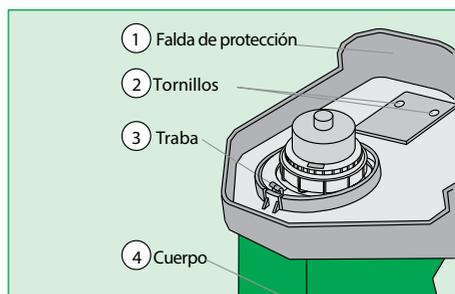
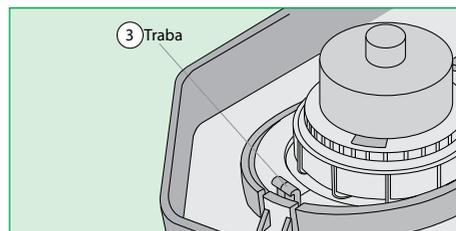

Fig. 1
Fig. 2
- ✓ Usted recibe el equipo montado, excepto la falda de protección. El viene acondicionada junto al equipo, en el mismo embalaje. Para montarlo, gire el equipo hacia arriba (Fig. 1).
- ✓ Ponga la falda de protección conforme el dibujo, encájela en la traba (3) (Fig. 2), presiónela junto al cuerpo (4), coloque los tornillos (2) y dé el aprieto (Fig. 1).